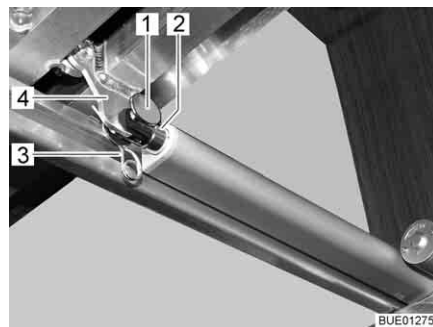

Bild 135 Antrieb
- Verbindung (z. B. Stift und Federstecker (Bild 135,1 und 3)) zwischen Schubstange (Bild 135,2) und Lattenrost (Bild 135,4) trennen.